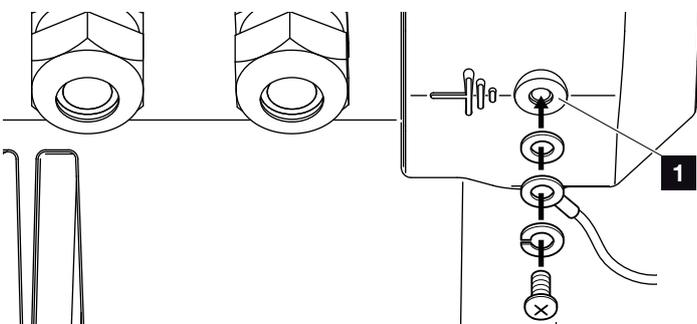

Fig. 33: Ligação PE específica do país
9. Em países, nos quais é obrigatório usar uma segunda ligação PE, ligue esta ligação ao local designado (no interior ou exterior) do aparelho com o binário indicado de 3 Nm (M6). **Fig. 33, pos. 1**